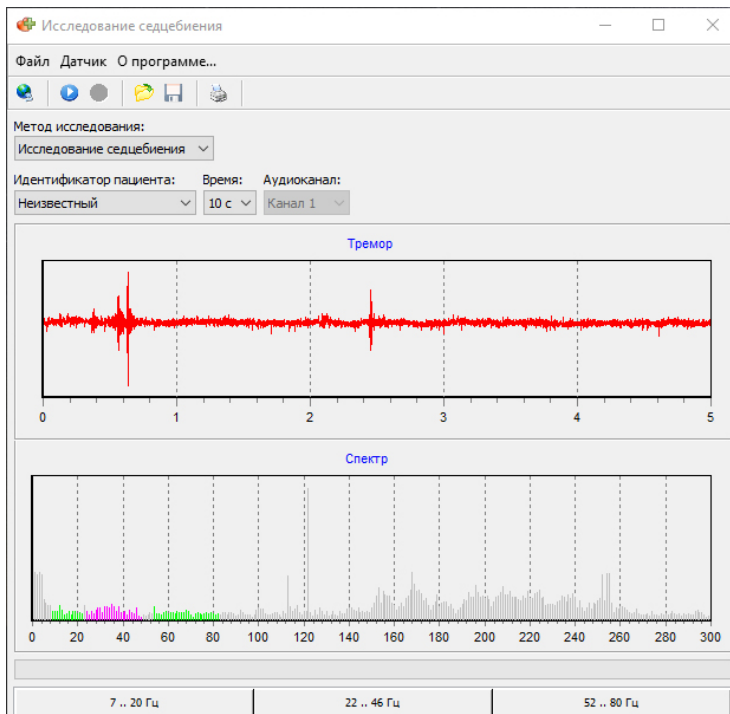

Рисунок 1.
5.1.1. Программа имеет простой и наглядный интерфейс (рисунок 1), позволяющий пользователю легко управлять датчиком, читать и записывать измеренные данные вибрации.